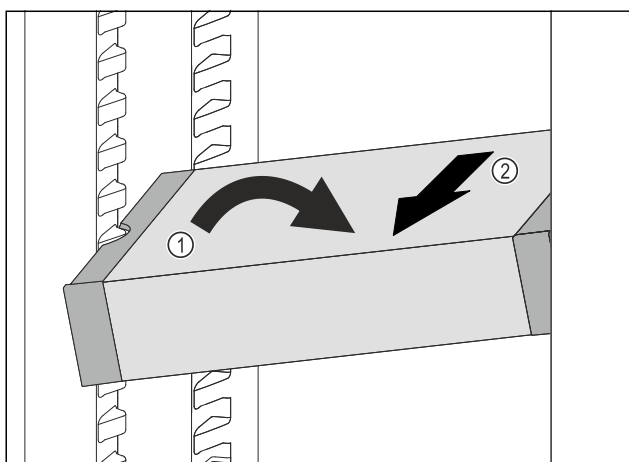

Fig. 109
- ▶ Встановити VarioSafe під кутом в охолоджувальному відділенні. Fig. 109 (1)
- ▶ Витягнути VarioSafe вперед. Fig. 109 (2)